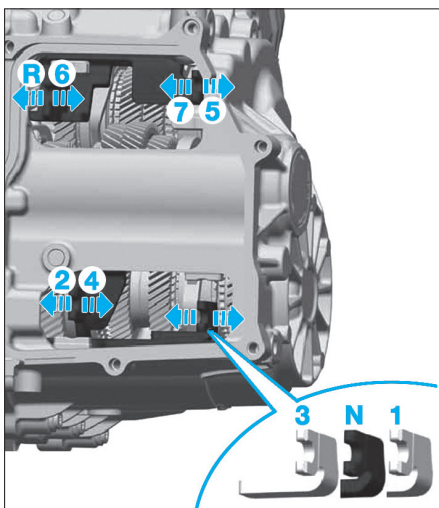

Fig. 17
• S'assurer que toutes les fourchettes se trouvent "au point mort" (Fig.17).